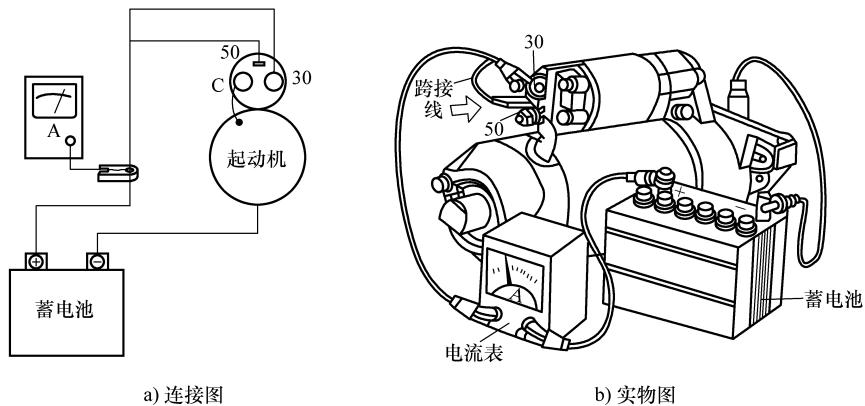

图 2-5 空载试验示意图
(1) 空载试验 如图 2-5 所示, 将起动机连接到蓄电池上, 并在蓄电池与起动机之间串接一只量程为 0 ~ 100A 的电流表。